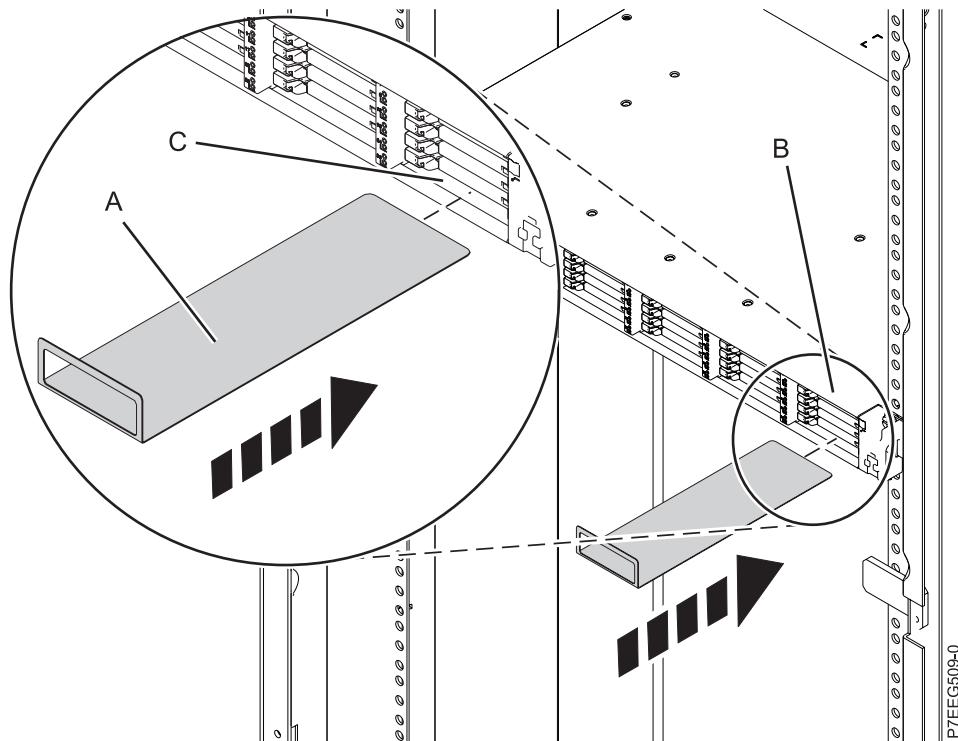

Figure 17. Insertion de la carte de service
- f. Sur le panneau avant du boîtier, maintenez la carte de service (A) à distance du boîtier, face vers le haut, comme illustré à la figure 17. Alignez l'autre extrémité de la carte sur le bas de la dernière rangée d'unités SSD, sur la droite du boîtier (B). Faites doucement glisser la carte dans l'espace situé entre l'emplacement SSD inférieur et la paroi métallique du châssis (C).